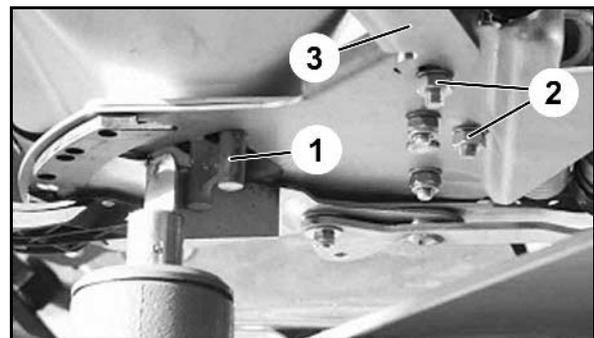

Figura 9
1. Allentare le viti di fissaggio (Figura 9/2) della console servomotore (Figura 9/3).
2. Innestare il calibro di regolazione (Figura 9/1) nell'apertura di scarico.
3. Ruotare la console servomotore (Figura 9/3) contro il calibro di regolazione e serrare nuovamente le viti di fissaggio (Figura 9/2).